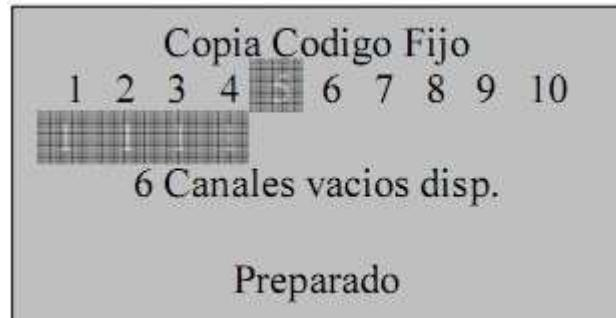

Fig.18
- Se o comando a copiar dispõe de mais de um canal, ou queremos copiar mais de um comando, devemos repetir os passos anteriores para cada um deles (fig. 18), tendo o cuidado de não seleccionar um canal já utilizado;